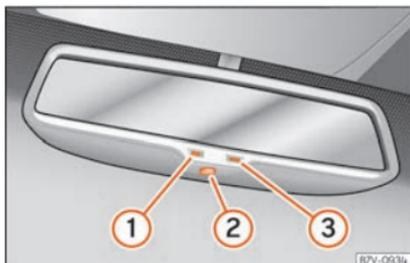

Fig. 151 Rétroviseur intérieur photosensible.
Légende de fig. 151 :
- ① Témoin
- ② Commande
- ③ Capteur permettant de détecter la luminosité venant frapper le rétroviseur
Cette fonction peut être activée et désactivée en appuyant sur le bouton du rétroviseur intérieur »» fig. 151 ②. Une fois activée, le témoin ① s'allumera.